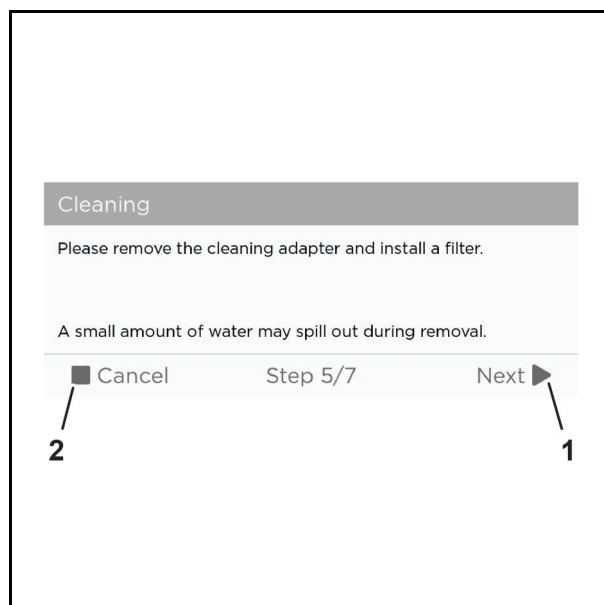

Abb. 72 Beispielgrafik
9. Tippen Sie auf die Schaltfläche "Next" (Abb. 72/ 1), um mit der Systemspülung fortzufahren oder "Cancel" (Abb. 72/2), um die Reinigung abzubrechen.